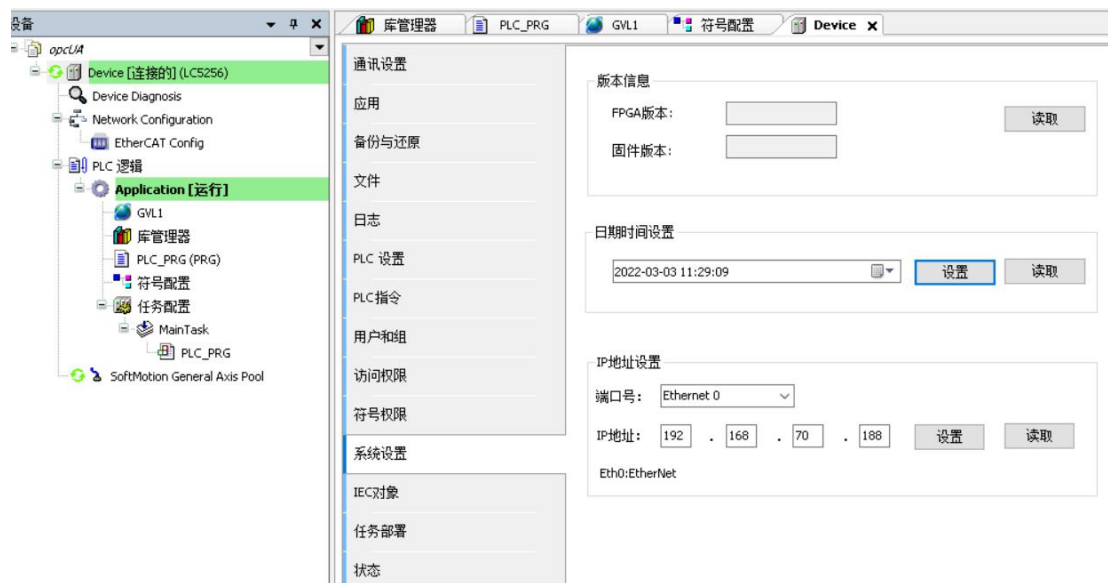

图 13.63 读取网口的 IP 地址
- 6) 选择一个 Ethernet 口作为 OPC UA 通信接口，记录该网口的 IP，也可以通过编程工具 LeadSys Studio 查询网口的 IP，如图 13.63 所示，在“IP 地址设置”栏，选择“端口号”，点击“读取”。